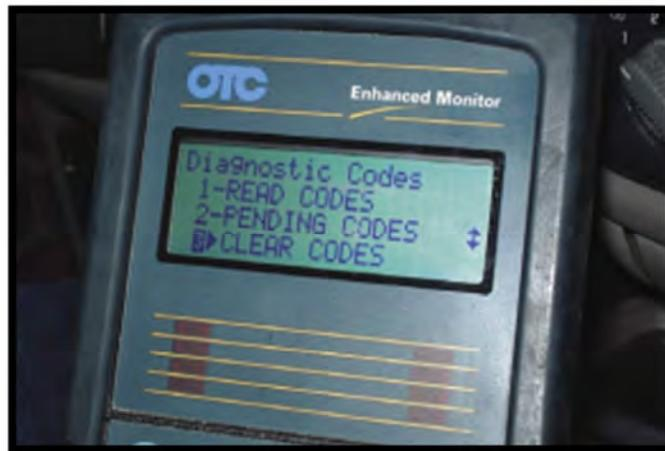

Figura 2.27 Borrado de códigos de falla.
- Con esta opción del escáner (figura 2.27) nos sirve para borrar de la EBCM el código de falla y apagar la luz del check una vez que se haya detectado y reparado las anomalías.